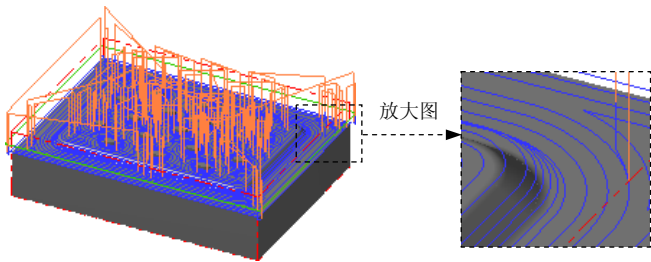

图 25.15 刀具路径
(1) 在“曲面粗加工等高外形”对话框中单击 **等高外形粗加工参数** 选项卡，在 **Z 轴最大进给量** 文本框中输入 0.5，在 **两区段间的路径过渡方式** 区域选中 **斜插** 单选项，在 **斜插长度** 文本框中输入 5，然后选中 **切削顺序最佳化** 复选框。
(2) 选中 **平面区域(F)...** 复选框并单击该按钮，在系统弹出的“平面区域加工设置”对话框中的 **加工平面区域的步** 文本框中输入 2，然后单击 **✓** 按钮。
(3) 单击 **切削深度(D)...** 按钮，在系统弹出的“切削深度设置”对话框中选中 **绝对坐标** 单选项，然后在 **绝对的深度** 区域的 **最高位置** 文本框中输入 0，在 **最低位置** 文本框中输入 -6。单击 **✓** 按钮，系统返回至“曲面粗加工等高外形”对话框。
Step10. 单击“曲面粗加工等高外形”对话框中的 **✓** 按钮，完成加工参数的设置，此时系统将自动生成图 25.15 所示的刀具路径。